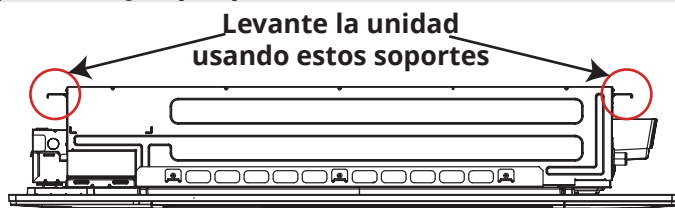

Fig. 5.1
- Desembale y selle la unidad de su embalaje. Luego, levante y mueva la unidad utilizando la base de los 4 soportes (2 por lado) que se muestran en la Fig. 5.1 a continuación.